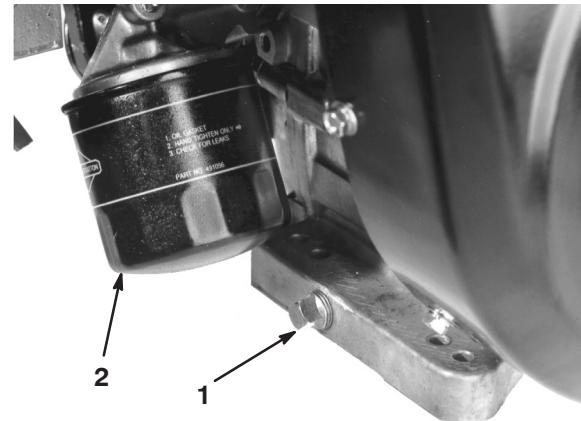

Figure 34
1. Enlevez le bouchon de vidange (Fig. 34) et laissez s'écouler l'huile dans un bac de vidange. Remettez le bouchon quand toute l'huile s'est écoulée.
2. Déposez le filtre à huile (Fig. 34). Appliquez une fine couche d'huile sur le joint du filtre de recharge.